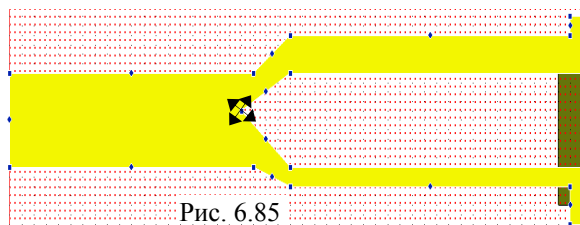

Рис. 6.85
9. Дважды щёлкните по проводнику делителя. Установите курсор на квадратик в точке разветвления проводника так, чтобы он отображался в виде перекрещенных стрелок (рис. 6.85).